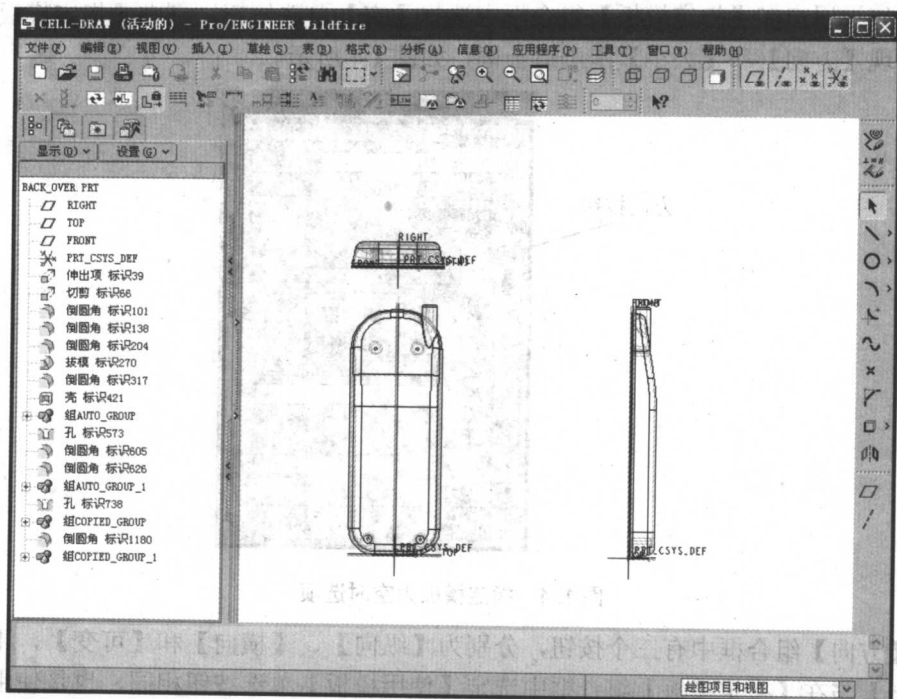

图 1.6 使用缺省模板出现的三视图
(4) 当用户在【指定模板】中选择使用模板并选择零件文件后，单击【确定】按钮，在工作区即可出现如图 1.6 所示的三视图。